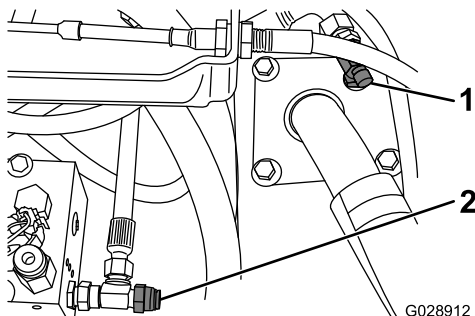

図 1
- カッターブロックの後部にある 3/8 インチのドレンホースを外してブランキングプラグを取り付ける (図 1)。
- 1/4 インチのティーを取り付ける 図 1。